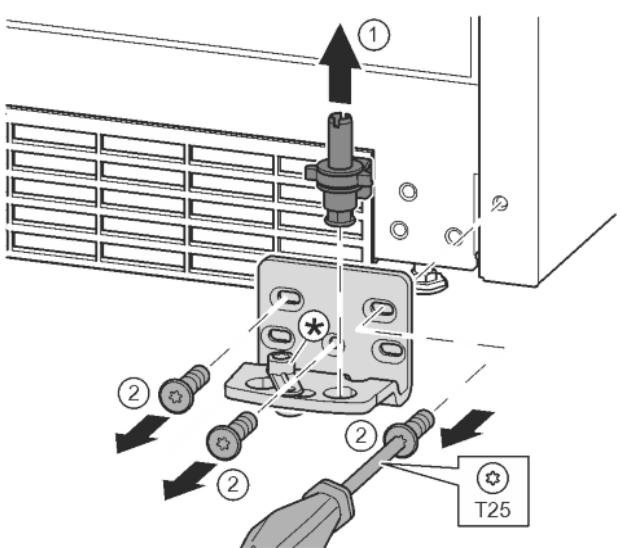

Fig. 16
- Izvucite podložak ležaja kompletno prema gore. Fig. 16 (1)
- Odvijačem T25 odvijte vijke i skinite podložak ležaja. Fig. 16 (2)